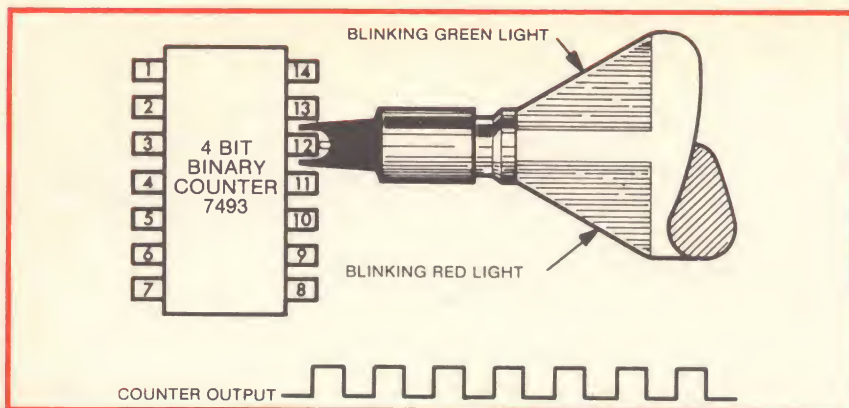

Fig. 13 - Il TTL Logic Probe P 6401 della Tektronix (Silverstar Ltd - Milano) per il controllo di qualsiasi tipo di circuito integrato.
*Le figure 13 e 14 illustrano rispettivamente il P 6401 utilizzato per controllare un contatore binario e l'uscita di un NAND gate, mentre la figura 15 si riferisce allo stesso apparecchio visto nel suo insieme.*